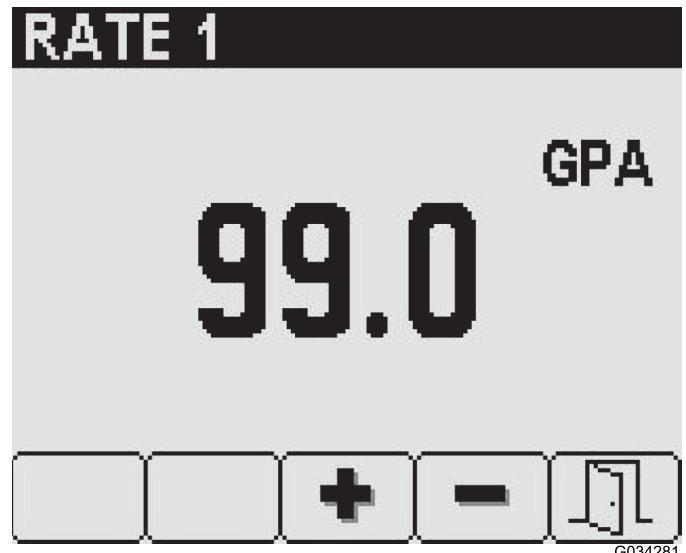

Figure 8
3. Dans l'écran du débit/taux sélectionné, utilisez les boutons 3 et 4 pour programmer la valeur souhaitée (Figure 8).